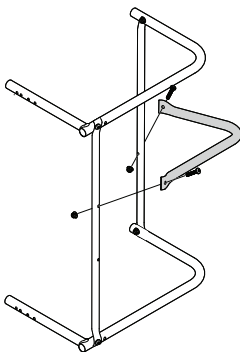

Figura 6
7. Conecte el tubo de montaje de la ventilación de la bolsa a la estructura derecha usando dos tornillos de cabeza troncónica y dos tuercas hexagonales, como se ilustra en la Figura 6.